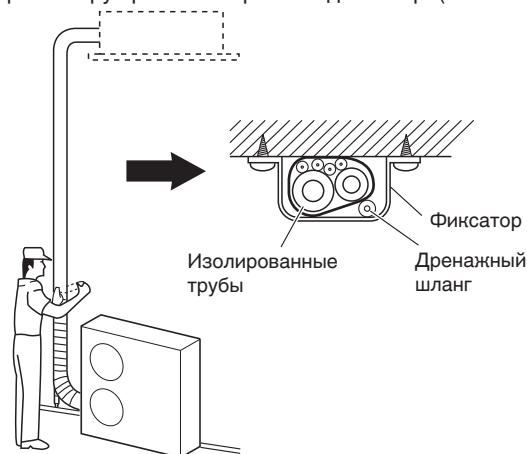

Рис. 5-8
- (1) На данном этапе трубы хладагента (и электрическую проводку, если это разрешено местными правилами) следует обмотать вместе бронелентой в 1 связку. Чтобы предотвратить перелив конденсата через края дренажного поддона, проложите дренажный шланг отдельно от трубопровода хладагента.
- (2) Наматывайте бронеленту от нижней части внешнего блока до верхней части трубопровода, где он входит в стену. Во время обматывания трубопровода перекрывайте половину каждого предыдущего витка ленты.
- (3) Прикрепите связку трубопровода к стене, используя по 1 фиксатору приблиз. через каждый метр. (Рис. 5-8)